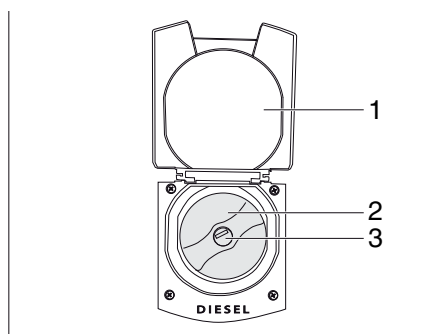

Fig. 34 Clapet de fermeture ouvert avec bec de remplissage de carburant
- Fermer le clapet de fermeture (Fig. 34,1).